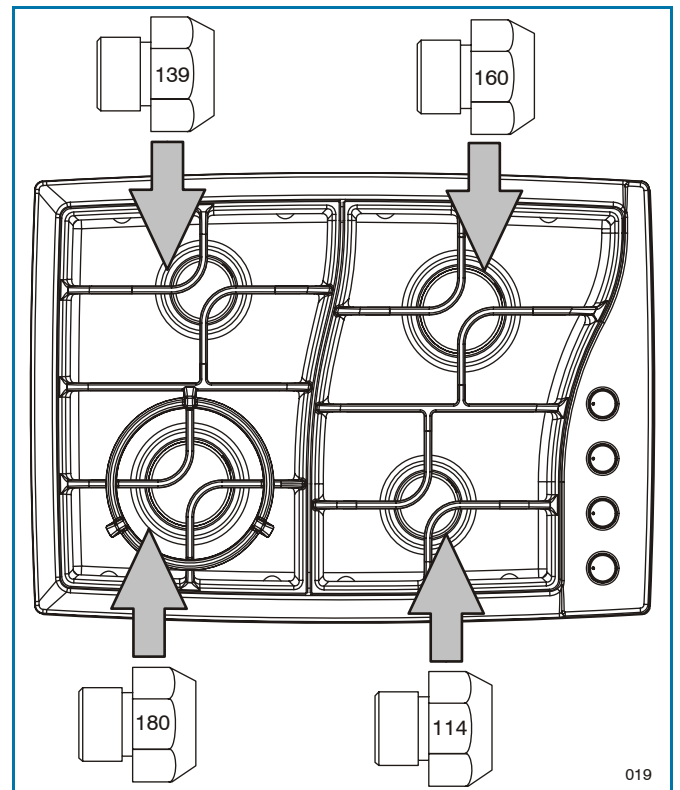

Figure 20. Modèle4 brûleurs (largeur 30")
1. **Remplacez tous les injecteurs PL** avec des injecteurs NG en suivant les étapes décrites page ____ observez le numéro imprimé sur le côté, ce numéro indique le diamètre de l'orifice et l'emplacement correct du brûleur, voir figure 20 (gardez les injecteurs enlevés de l'appareil pour une utilisation future).